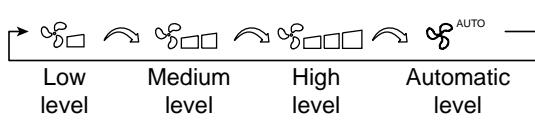

Fig. 26: Impostazione della velocità del ventilatore
- Ogni volta che si preme il tasto FAN, si modifica il livello di velocità del ventilatore nella sequenza mostrata nella Fig. 26.